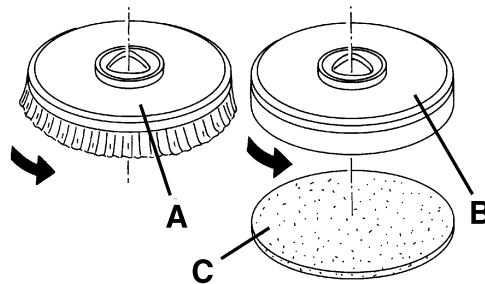

Abbildung 2
1. An das Gerät kann sowohl die Bürste (A, Abb. 2) als auch der Padhalter (B) mit Pad (C) montiert werden, je nach auszuführender Bodenbehandlung.
2. (Nur für **BA 451D** und **BA 531D**): Den Zündschlüssel (80) einstecken und ihn auf "0" stellen.